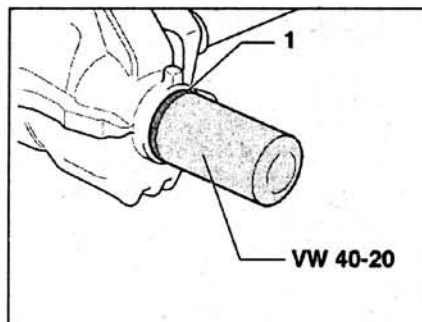

Рис. 4.91. Установите новый сальник заподлицо с корпусом с помощью приспособления VW 40-20.
18. Установите новый сальник заподлицо с корпусом с помощью приспособления VW 40-20 (рис. 4.91).